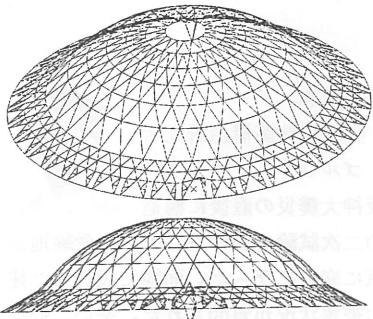

図 3.4
全体座屈は初期荷重の8.0倍で生じ、この時の座屈荷重は、固定荷重成分が1.2G相当、水平地震動が4.8KH、ロッキングが4.8KRに相当する。即ち、全体座屈は、長期荷重が負荷されている状態で地震力が設計用地震荷重の4.8倍作用した時に生じる結果である。座屈モードは、①と同様、Y字ガーターおよび屋根面プレース近傍が座屈する結果である（図3.4）。